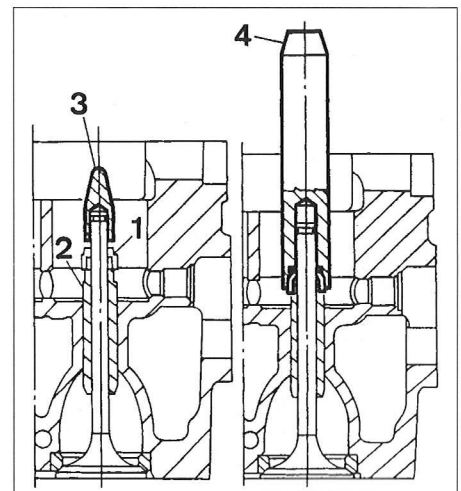

Fig. 10
- Montar os retentores de óleo nas guias das válvulas (Fig. 10). Antes da montagem, humedecer com óleo as superfícies em questão. Utilizar as ferramentas 186 031 3002 e 186 031 3000.